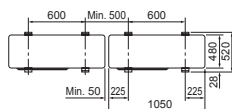

Fig. 4-1
- Se till att enheten monteras på ett stabilt och jämnt underlag för att förhindra skallarande ljud under pågående drift. (Fig. 4-1)